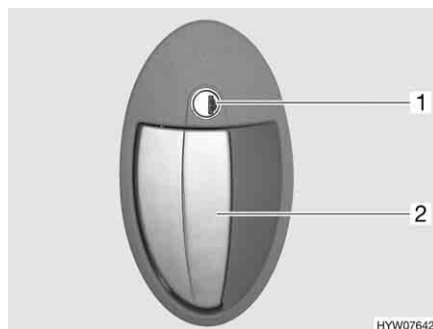

Fig. 23 Serratura della porta, lato esterno
- Inserire la chiave nel cilindro della serratura (Fig. 23,1) e ruotare in senso orario, fino a quando la serratura della porta si sblocca.
- Tirare la maniglia della porta (Fig. 23,2). La porta è aperta.
- Inserire la chiave nel cilindro della serratura (Fig. 23,1) e ruotare in senso antiorario, fino a quando la serratura della porta si blocca.